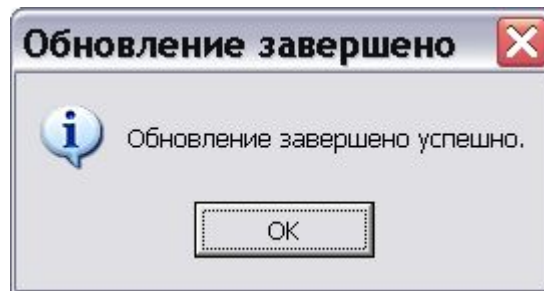

Рис. 11.49
6. Нажмите на кнопку **Применить**. После завершения обновления появится сообщение об этом (Рис. 11.49).